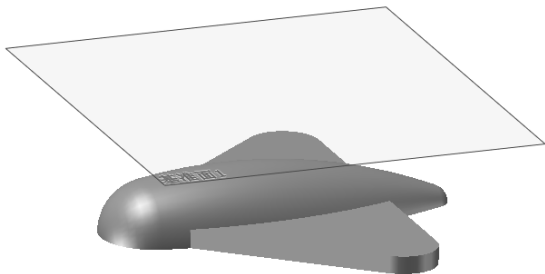

图 9-111 创建基准面
8) 创建基准面。单击“特征”控制面板“参考几何体”下拉列表中的 （基准面）按钮，系统弹出图 9-110 所示的“基准面”属性管理器。选择“前视基准面”为第一参考，输入距离为“35”。单击属性管理器中的 （确定）按钮，结果如图 9-111 所示。